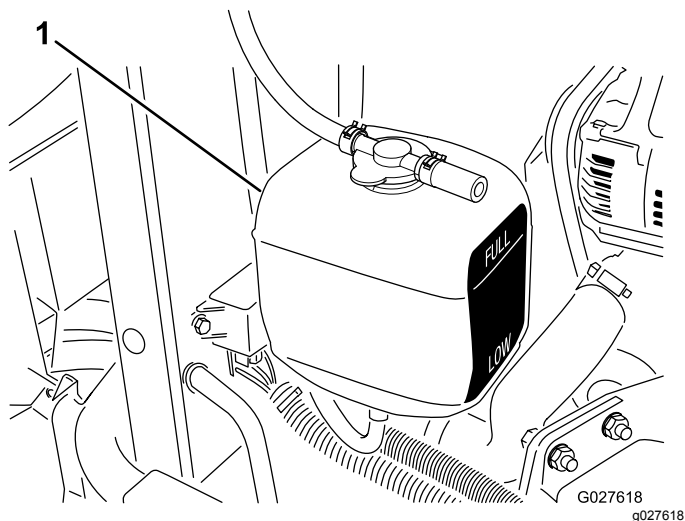

Figura 40
1. Verifique o nível de líquido de refrigeração do depósito secundário (Figura 40).